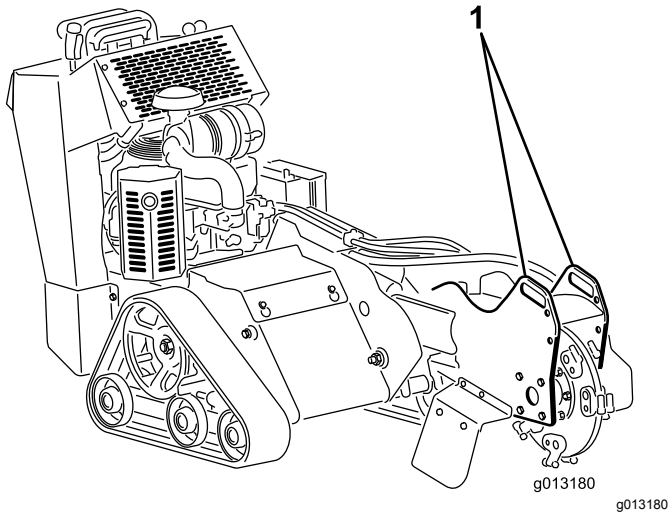
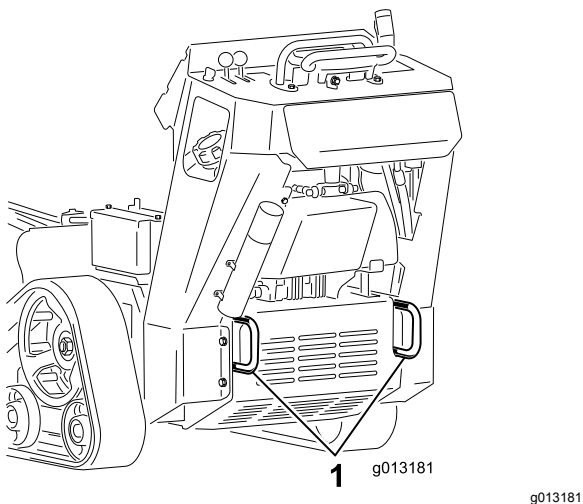

Bild 19
Bild 20
3. Befestigen Sie die Maschine mit Ketten oder Riemen an den Vergurtungsstellen bzw. Hebelaschen vorne und hinten an der Maschine auf einem Anhänger (Bild 19 und Bild 20). Halten Sie die örtlichen Vorschriften für Anhänger und Vergurtung ein.
Sie können die Maschine mit den Vergurtungs- und Hebeschlaufen als Hebestellen hochheben (Bild 19 und Bild 20).